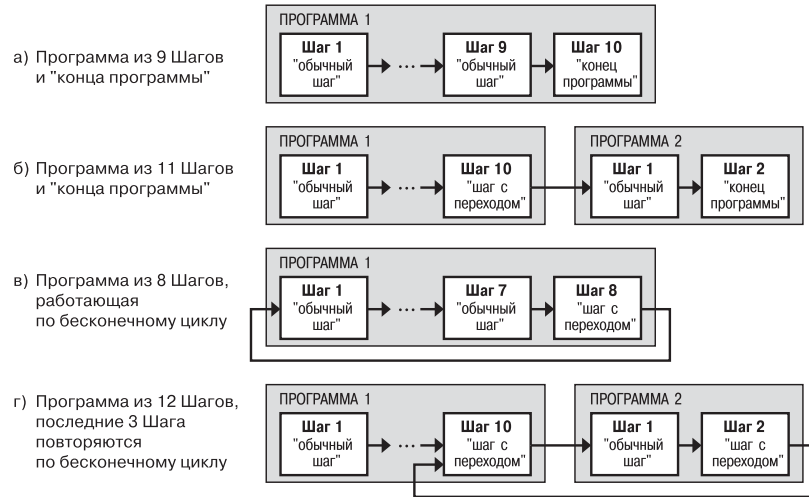

Рис. 3. Примеры Программ, которые можно реализовать с помощью различных типов Шагов
- Программу, состоящую более чем из 10 Шагов (рис. 3, б, г);
- Программу, работающую по бесконечному циклу (рис. 3, в, г).
Нециклическая Программа в ТРМ151-08 (рис. 3, а, б) состоит из последовательности «обычных шагов» и «шагов с переходом», которая заканчивается Шагом типа «конец программы».